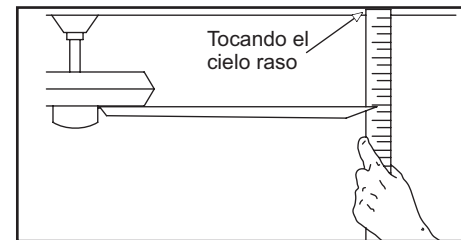

Figura 12
2. La mayoría de los problemas de oscilación del ventilador se deben a que las aspas no están al mismo nivel. Verifica este nivel seleccionando un punto en el techo sobre la punta de una de las aspas. Mide desde un punto en el centro de cada aspa al punto en el techo. Mide esta distancia como se muestra en la Figura 12. Gira el ventilador hasta que la siguiente aspa quede en posición para medir. Repite el procedimiento para cada aspa. Las desviaciones de la medición no deben pasar de 1/8" (3.2 mm). Enciende el ventilador por 10 minutos.